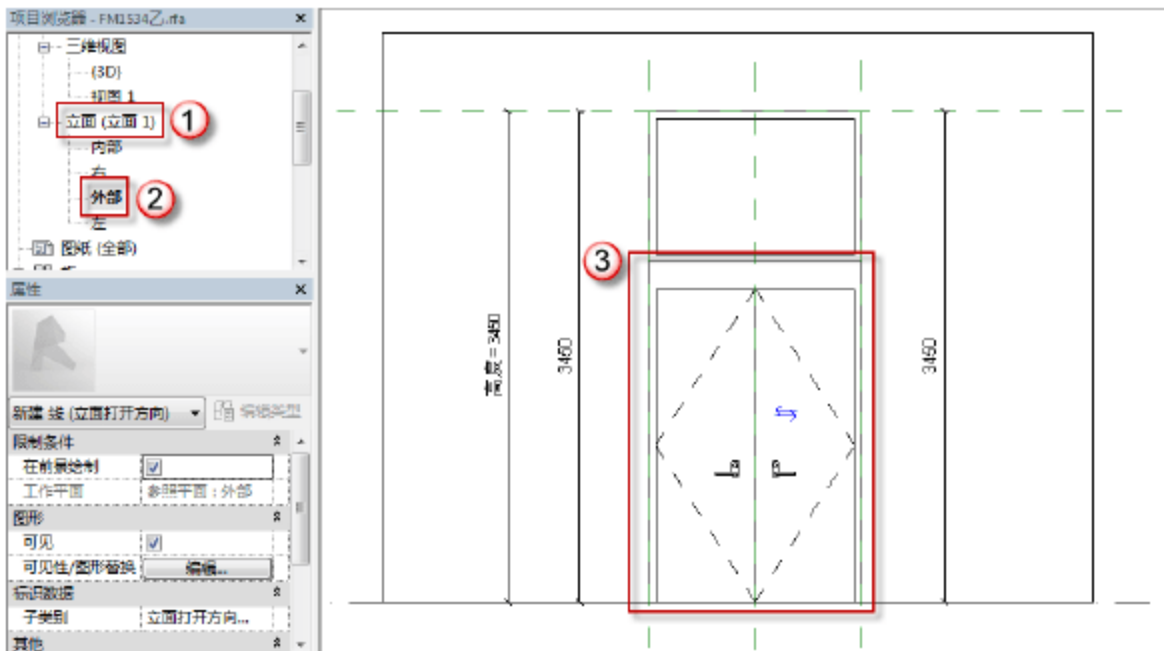

图 6.2.37 绘制 FM1534 乙的立面打开方向
(33) 绘制 FM1534 乙的立面打开方向。选择“项目浏览器”中的“立面（立面 1）”→“外部”选项，进入门的外部立面视图。选择“注释”→“符号线”命令，将“子类别”改为“立面打开方向（投影）”，绘制如图 6.2.37 所示门的“打开方向”符号线。